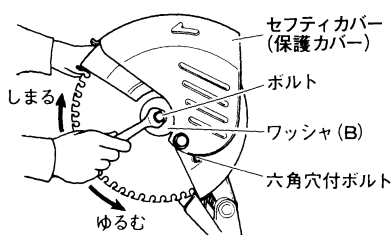
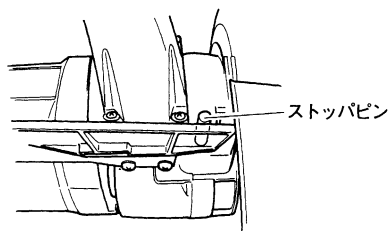

図 12
図 13
- (1) セフティカバー（保護カバー）を六角穴付ボルトに当たるまで持ち上げます。（図 12 参照）
- (2) ストップピンを手で押し（図13 参照）ながらボルトに17 mmスパナをかけ、ゆっくりと回転させ、ストップピンが下がったら、チップソー軸が固定されたこととなります。この状態で図12のゆるむ方向（左回転）に17 mmスパナを回せばボルトがゆるみます。
- (3) ボルト、ワッシャ（B）を取りはずします。
- (4) チップソーを取付けます。（本機専用の日立純正金属切断用チップソー、或いは最高使用回転数2000 min⁻¹（回/分）以上のチップソーを取付けてください。）
- (5) ワッシャ（B）、ボルトに付いている切りくず、ゴミなどを除去し、チップソー取付け軸に取付けてください。
- (6) ストップピンを押し、ボルトに17 mmスパナをかけて図12のしめる方向（右回転）に回せばボルトが締まります。